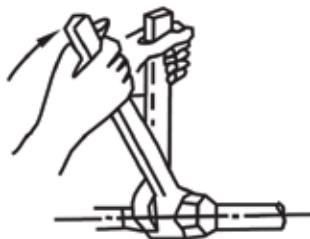

Рис. 28
- Разместите трубы в правильном положении, затяните гайки вручную, затем при помощи гаечного ключа (см. рис. 28).